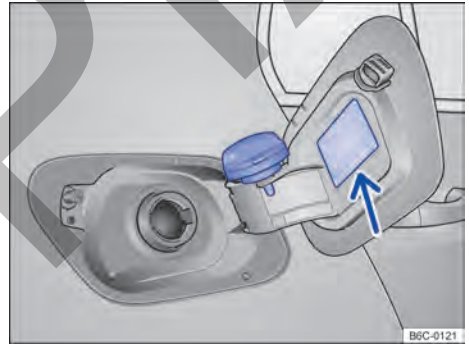

Fig. 116 Portezuela del depósito de combustible abierta con el tapón de cierre del depósito de combustible colgado.
- Retirar la tapa del depósito girándola en sentido antihorario y encajarla en el soporte de la portezuela del depósito → fig. 116.